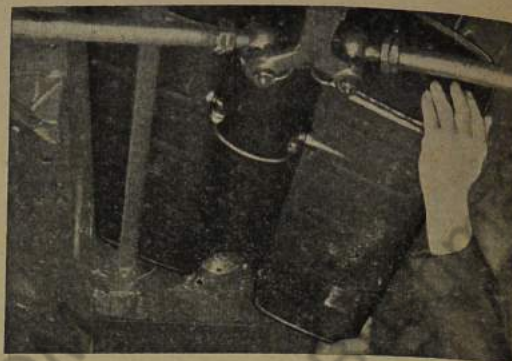

Bild 276: Kraftstoff - Hilfsbehälter herausnehmen
8. Kraftstoff-Hilfsbehälter herausnehmen (Bild 276).